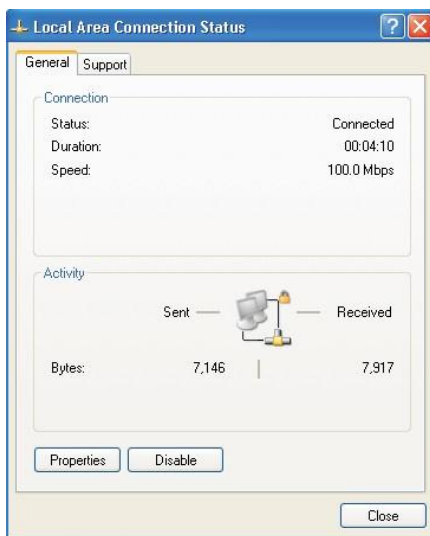

Рис. 3-1 Состояние подключения по локальной сети
- (1) Нажмите <start> (пуск) для входа в меню [start] (пуск) и выберите control panel (панель управления). Дважды кликните иконку "network connection" (сетевые подключения), затем дважды кликните иконку "local connection" (подключение по локальной сети). Появится окно local connection status (состояние подключения по локальной сети). См. Рис. 3-1.